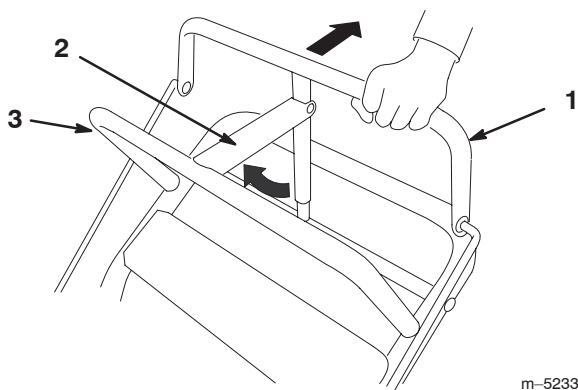

Figure 17
1. Tirez la barre de commande supérieure en arrière (Fig. 17) et maintenez-la dans cette position.
2. Soulevez le dispositif de verrouillage du frein de stationnement (Fig. 17) et relâchez progressivement la barre de commande supérieure. Le dispositif de verrouillage du frein doit rester bloqué (verrouillé) en position.
1. Tirez la barre de commande supérieure en arrière (Fig. 17). Abaissez le dispositif de verrouillage du frein de stationnement en position débloquée.